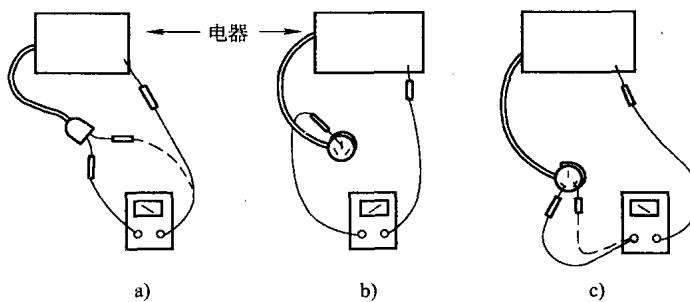

图 1-5 带金属外壳的电器使用前检测
2) 对新购买的电器，在安装使用之前，首先要用万用表（见第二章）检查电源线中相线、零线相对外壳的电阻值（使用万用表电阻挡的最高挡位检测，指针应不动），其次要检查地线与外壳连接是否良好（使用 $R \times 1$ 挡，指针应摆到最右端），如图 1-5 所示，具体操作方法见第二章。有条件的最好请专业电工用绝缘电阻表（检测绝缘电阻的专用仪表）检测。